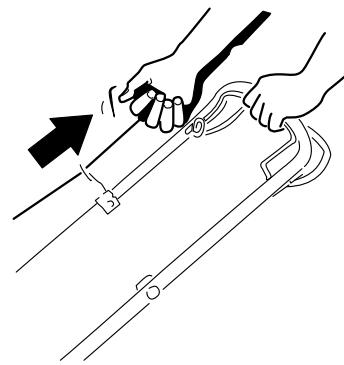

Figure 18
2. Tirez légèrement la poignée du lanceur (Figure 18) jusqu'à ce que vous sentiez une résistance, puis tirez vigoureusement et laissez le lanceur se rétracter lentement jusqu'au guide-câble sur le guidon.